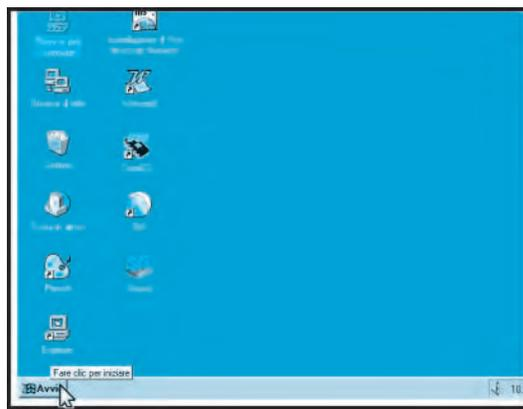

Fig. 1
– Quando siete in **Windows 95** portate il cursore sulla scritta **Avvio** (vedi fig.1) e cliccate. Nella finestra che appare scegliete **Programmi** e nel menu a destra portate il cursore su **Gestione Risorse** quindi cliccate (vedi fig.2).
– Quando siete in **Windows 95** portate il cursore sulla scritta **Avvio** (vedi fig.1) e cliccate. Nella finestra che appare scegliete **Programmi** e nel menu a destra portate il cursore su **Gestione Risorse** quindi cliccate (vedi fig.13).